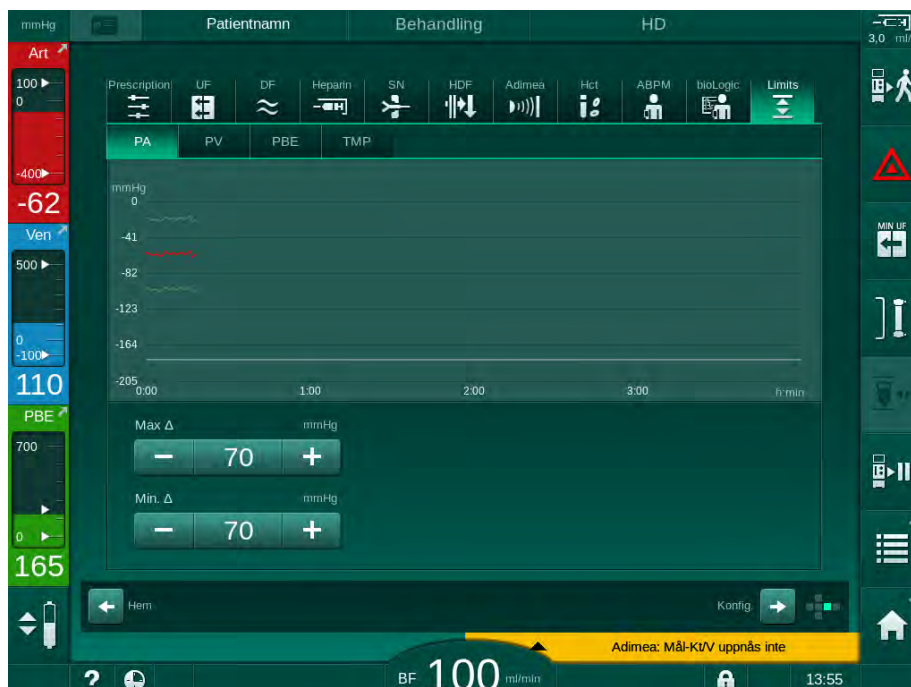
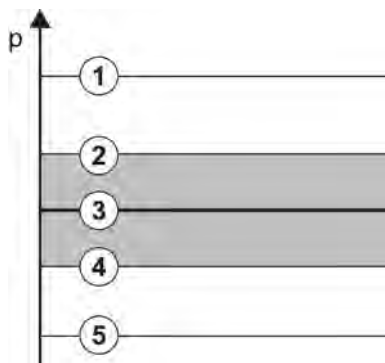

Bild 5-20 Exempel på tryckgränser på skärmen *Behandlingsdata*
Bild 5-21 Tryckgränser
Tryckvärdena övervakas med hjälp av gränsfönster (grått fält i Bild 5-21) som definieras genom respektive avstånd mellan det faktiska värdet ③ och de undre ④ och övre ② gränserna (Min./max. deltavärden). Totalsumman av dessa två distanser är det samma som gränsfönstrets bredd, dvs. som i exemplet i Bild 5-20: 70 + 70 = 140 (mmHg).